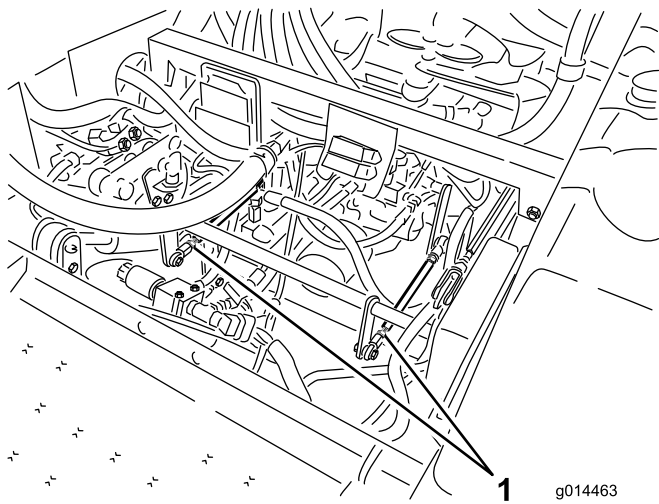

図 50
- ・ 左後タイヤが回転している場合には、左側トランスミッション・コントロールロッドのジャムナットをゆるめる(図 50)。